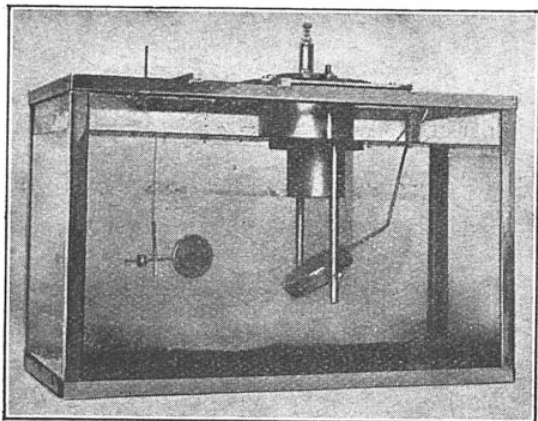

FIG. 8. — ACTION MÉCANIQUE DES ULTRASONS PAR LEUR PRESSION DE RADIATION
a) L'une montre les actions mécaniques des ultrasons par leur pression de radiation (fig. 8) ;